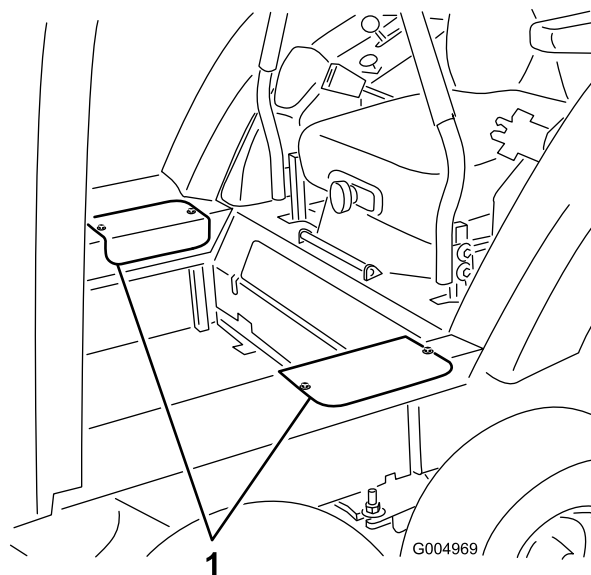

Figura 40
1. Togliete le 2 viti che fissano il portello di accesso di ciascun lato e rimuovete i portelli (Figura 40).